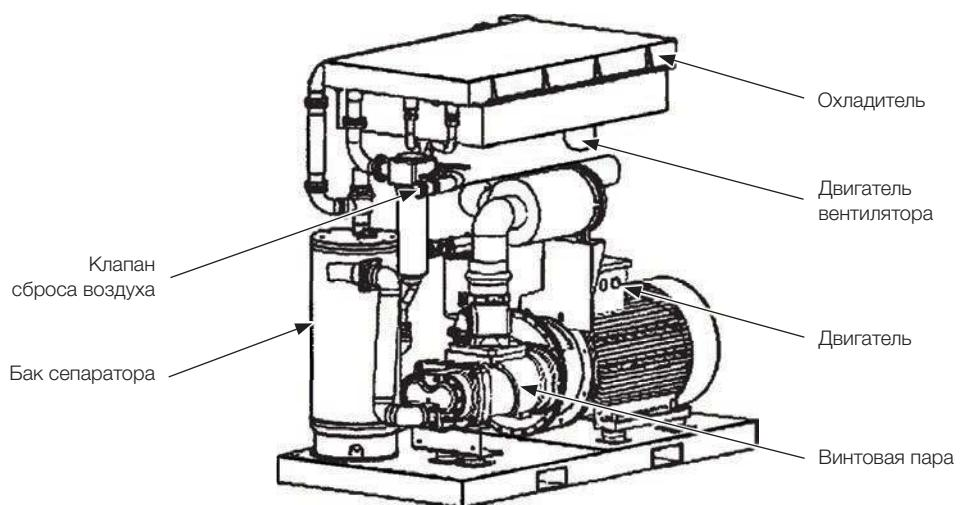

Рис. 4.2 Внутренние детали компрессора
- Система охлаждения состоит из вентилятора, его двигателя, масло/воздушного радиатора, фильтра жидкости, термореле, соединительного трубопровода и отстойника как показано на рис. 4.2.
- Компрессорная установка сбрасывает смесь сжатого воздуха / жидкости в ресивер / отстойник (рис. 4.2). Ресивер выполняет три основные функции: